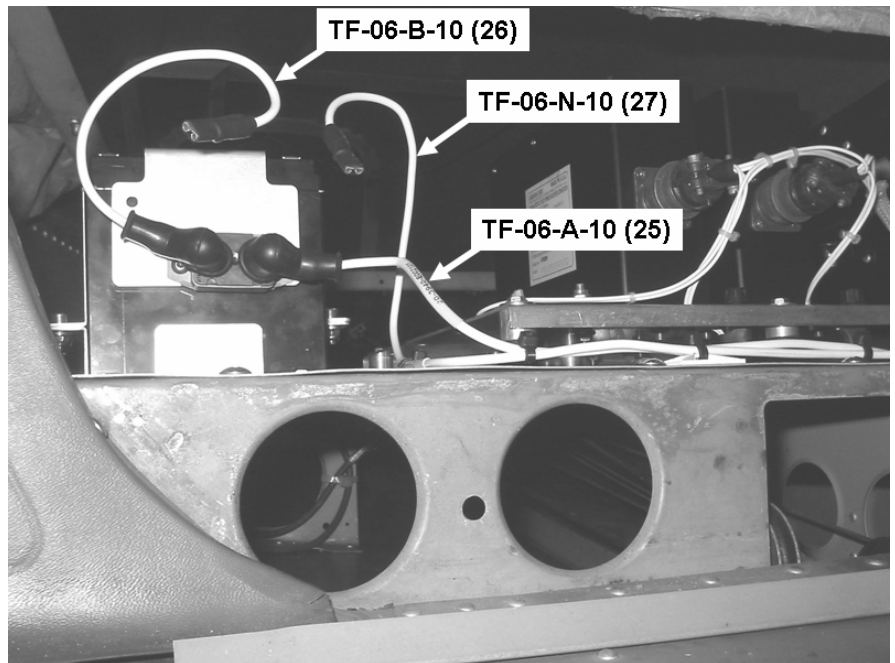

Bild 1 Backup Batterie (Beispiel:14V Version)
5. Verlegen der Leitung Sicherheitsbatterie zum Relaisträger (Cessna (F)172 F,G,H,I,K,L,M,N,P) oder Power Junction Box (Cessna 172 R,S) (Siehe Bild 1)